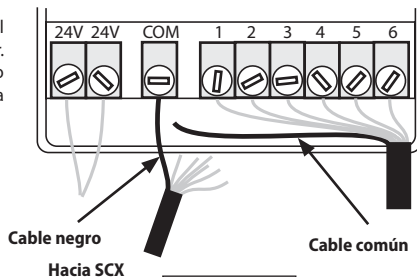

Ilustración 7
1. Desconecte el o los cables conectados al terminal "COM" (o común) de su controlador. Conecte el cable negro de la interfaz de usuario SCX al terminal COM del controlador (ver la ilustración 7).